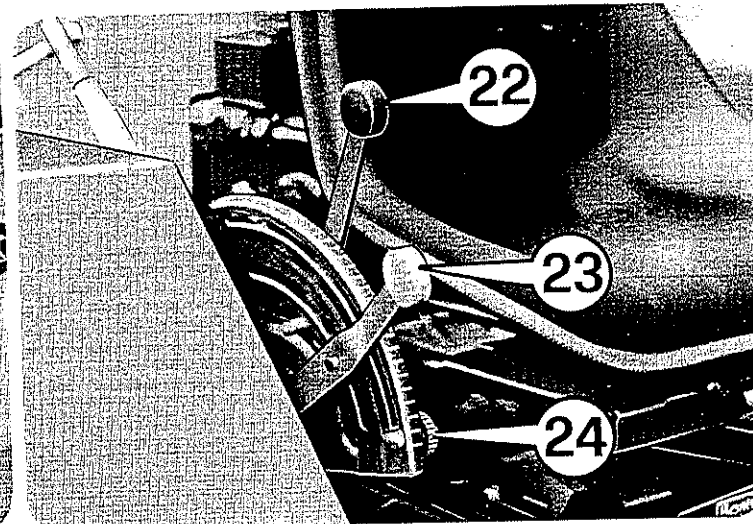

Fig. 16
22 Leva comando sollevatore a sforzo controllato Fig. 16
23 Leva alza-abbassa sollevatore Fig. 16
24 Pomolo di fermo-leve sollevatore Fig. 16
22 Hydraulic-lift effort control lever Fig. 16
23 Lever for hydraulic-lift lifting and lowering Fig. 16
24 Hydraulic-lift levers stopping knob Fig. 16
22 Levier de commande effort contrôlé du releveur hydraulique Fig. 16
23 Levier de montée-descente releveur hydraulique Fig. 16
24 Poignée d'arrêt des leviers du releveur hydraulique Fig. 16
22 Palanca mando elevador a esfuerzo controlado - Fig. 16
23 Palanca sube-baja elevador - Fig. 16
24 Pomo de detención palanca elevador Fig. 16
a) Leva esterna 23 ROSSA Fig. 16
b) Leva interna 22 NERA Fig. 16
a) Outside lever 23 - RED - Fig. 16
b) Inside lever 22 - BLACK - Fig. 16
a) Levier externe 23 - ROUGE Fig. 16
b) Levier interne 22 - NOIR Fig. 16
a) palanca externa 23 - ROJA Fig. 16
b) Palanca interna 22 - NEGRA Fig. 16